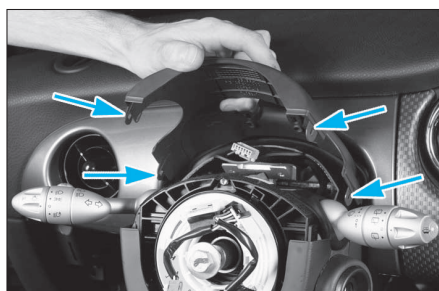

FIG. 12
- Déclipser puis déposer le cache supérieur de colonne de direction (Fig.12).